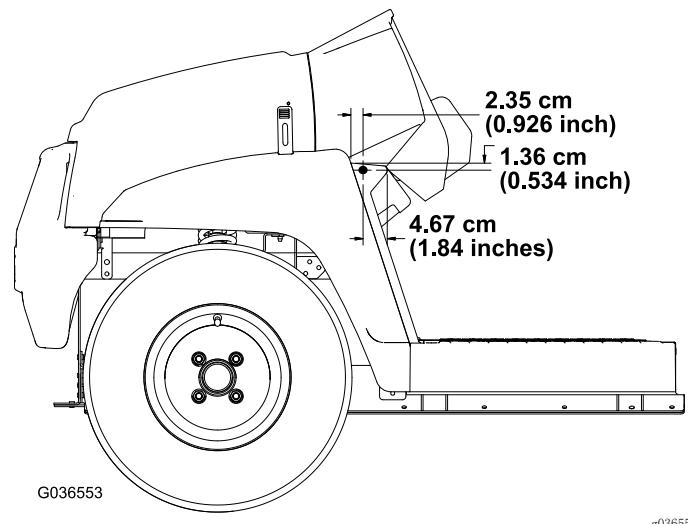

图4
3. 使用图4中所示的尺寸,在机器左侧的脚踏板外侧钻1个孔 ($5/16$ 英寸)。